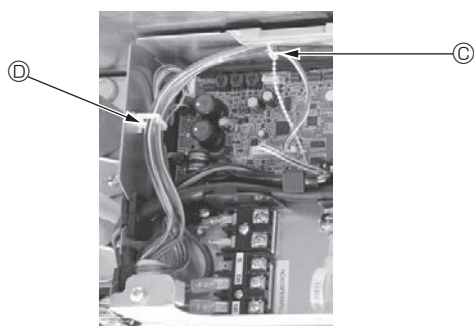
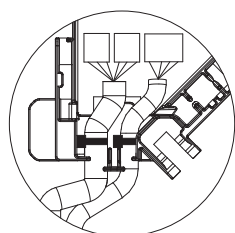

Fig. 6-15
Fig. 6-16
- Placez les excès de fils de jonction du capteur i-See et du récepteur de signal dans le boîtier des composants électriques dans le crochet pour fils, comme indiqué sur le schéma, et groupez les fils à l'aide de la fixation. (Fig. 6-15) Veillez à ce que le ruban qui maintient les fils de jonction du capteur i-See et du récepteur de signal soit bien positionné à l'intérieur de la boîte de raccordement. (Fig. 6-16)